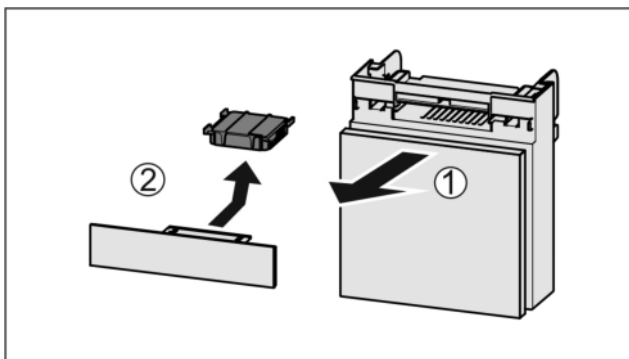

Fig. 108
- ▶ Fach nach vorne herausziehen Fig. 108 (1).
- ▶ Aktivkohlefilter entnehmen Fig. 108 (2).